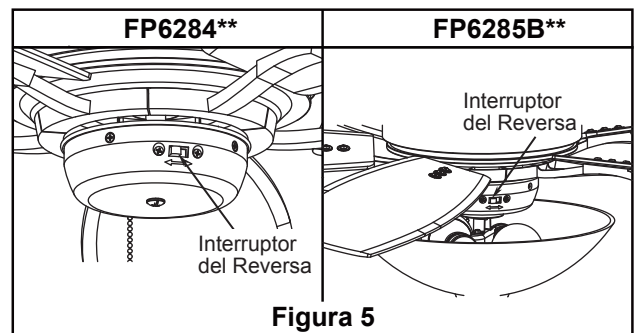

Figura 5
- ☐ **5.** Introduzca la bombillas en la conexión. (Figura 5)
- ☐ 5. Si desea que el flujo de aire se desplace en la dirección opuesta, apague el ventilador y espere a que las aspas se detengan. Luego deslice el conmutador inversor a la posición contraria y vuelva a encender el ventilador. (Figura 5)